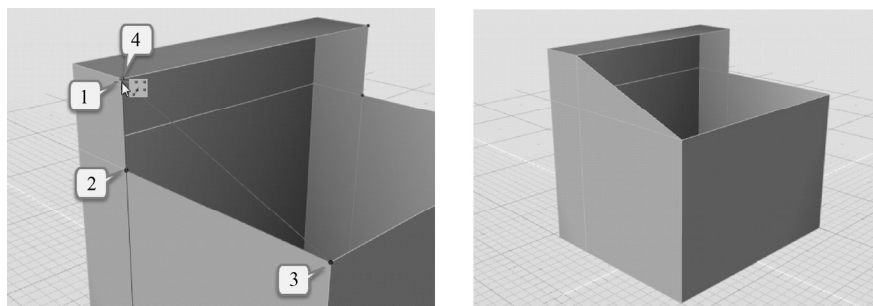

图 6-51 激活“创建面”工具并按顺序选点（左）以构建新面（右）
6) 保持该对象处于选中状态，激活“创建面”工具，此时“捕捉所有点”工具被自动激活。按图 6-51（左）所示的顺序依次单击 4 个端点，获得效果如图 6-51（右）所示。